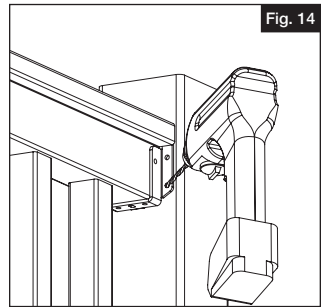

Fig. 14
- Centre el travesaño en el poste. A continuación, con una broca de $\frac{3}{32}$ ", taladre el primer agujero a través del soporte del travesaño superior, la funda de vinilo del poste y el poste de madera (o el espaciador de plástico del kit de instalación del poste) (Fig. 14).
- d. Mientras aprieta firmemente la cubierta del soporte para cerrarla, taladre previamente con una broca de $\frac{5}{32}$ " po a través de los dos orificios que se encuentran debajo. Luego, introduzca dos tornillos cuadrados #10 x $1\frac{1}{4}$ " a través de la cubierta, el soporte metálico y dentro del riel superior (Fig. 14).